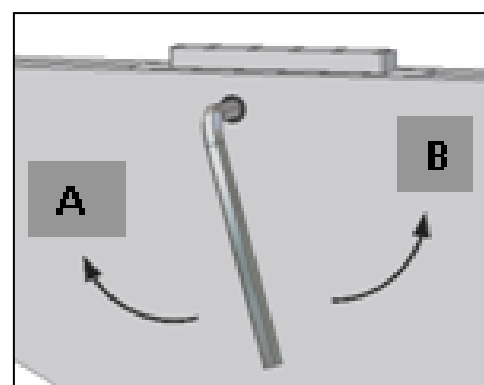

Fig. 3
- Fixer **le panneau arrière** au panneau du fond et serrer les crochets (Fig. 3);